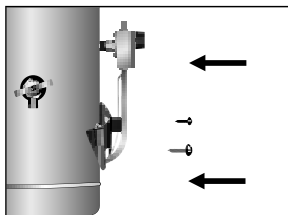

Figura 24
- Instale nuevamente el kit fuente de calor en el calentador y fíjelo exteriormente al forro del calentador con la ayuda de los tornillos de sujeción (Ver figura 24).